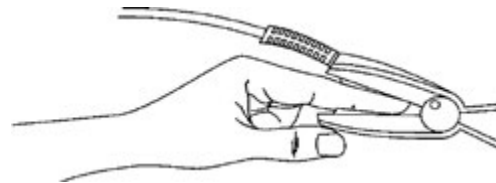

Рис. 5-1 Установка датчика
- Выберите оптимальное положение пальца пациента в датчике как на Рис. 5-1.